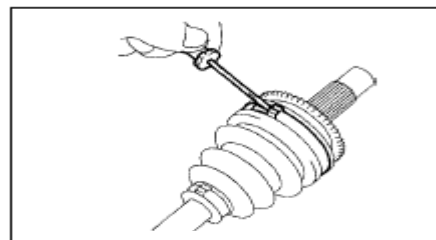

Рис. 133
22. Снимите левый большой хомут пыльника внешнего ШРУСа с помощью отвертки.(рис. 133)